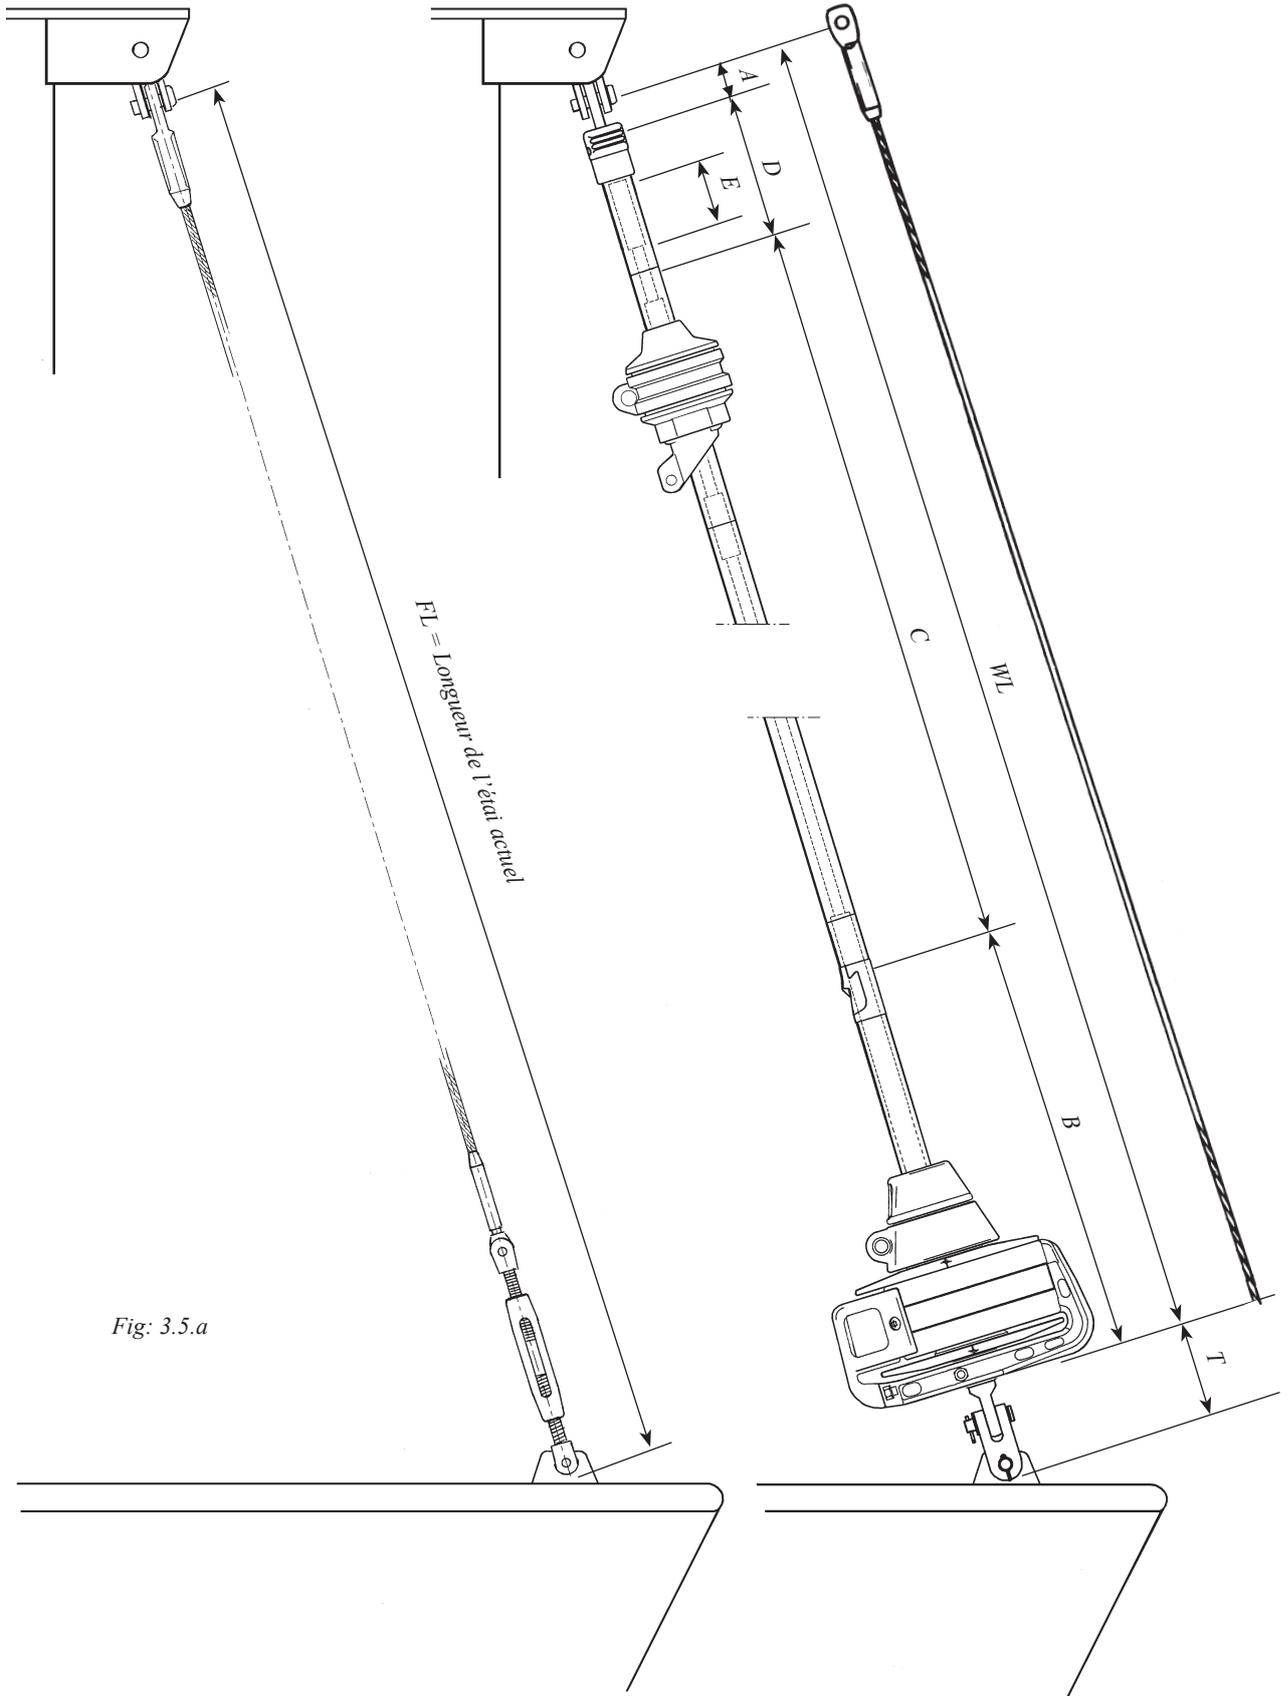

Fig: 3.5.a
16. Vérifiez la longueur de l'étai FL conformément au "Tableau 1" (3.5.1) & fig. 3.5.a. Si le ridoir Furlex est utilisé, vérifiez que le réglage est identique à la cote H choisie dans le tableau de calcul.